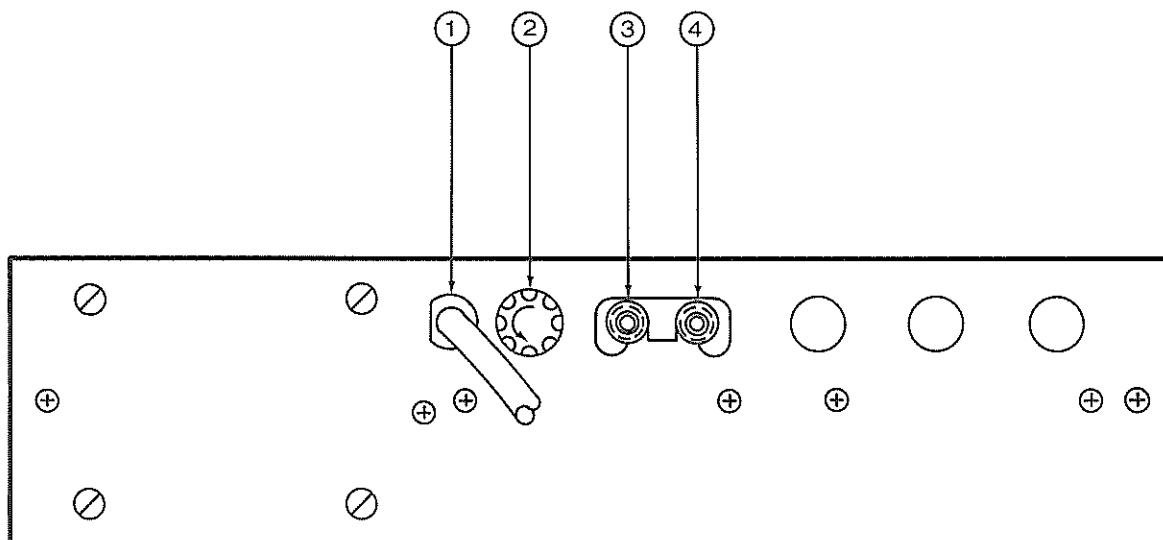

Figure 2.2.1 MODEL 513 REAR PANEL FAMILIARITY
2.2 REAR PANEL FAMILIARITY (Fig. 2.2.1)